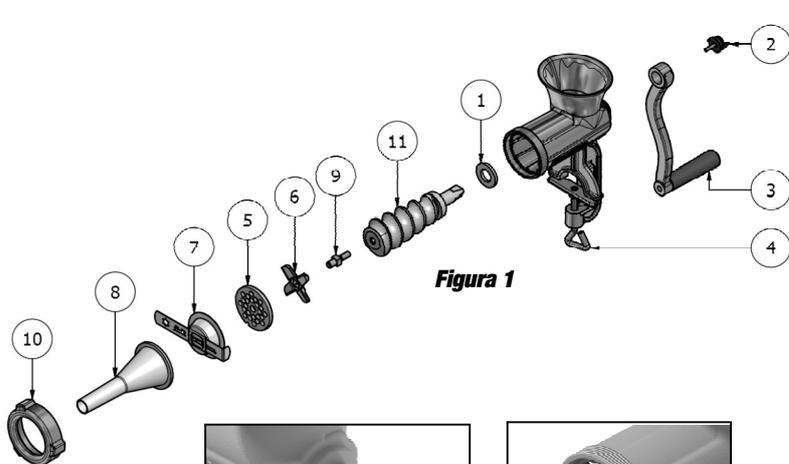

Figura 1
-A montagem do picador deve ser feita conforme seqüência da figura 1.
-Fixe o moedor (4) em uma superfície plana e estável, através de seu prendedor regulável.